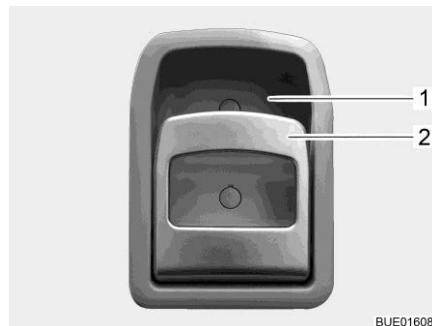

Fig. 34 Serratura della porta (porta di ingresso, lato interno)
- Tirare la maniglia (Fig. 34,2). La serratura della porta si sblocca o apre.
- Premere la maniglia (Fig. 34,2) in alto verso l'impugnatura (Fig. 34,1). La serratura della porta si blocca.